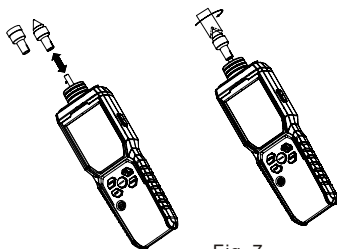

Fig. 7
3. Kontakt — RPM/Hz-mätning (Fig. 7)